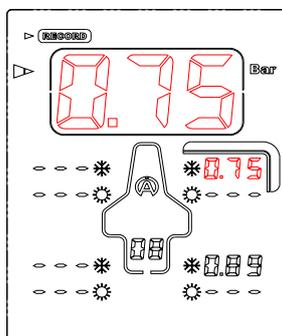

図 4
- 4) 中央ボタン **Ok** を押すと空気圧を記録します、すると自動的にプログラムされた次の測定場所へスクリーンが移動します。例 (図 4)、測定場所が自動的に右フロントに移動しています。
- 5) 空気圧測定(図 4).